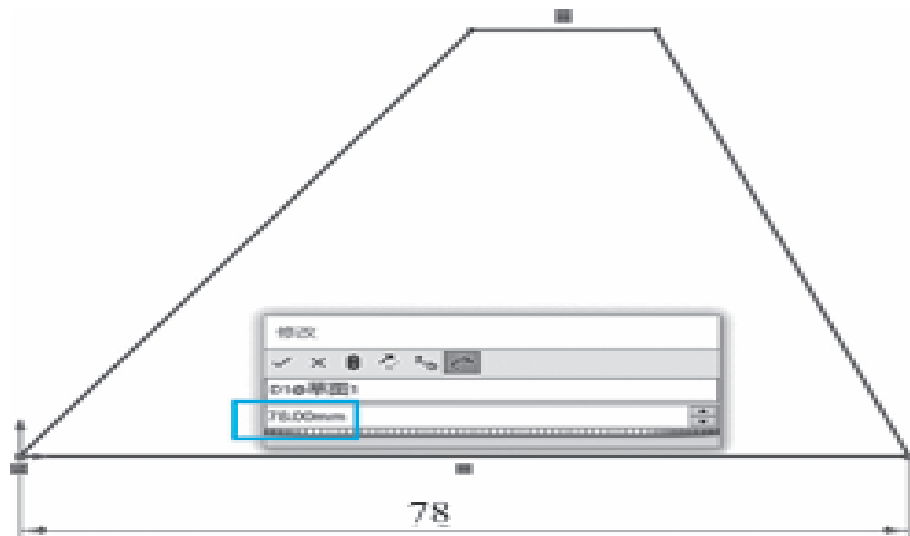

图 1-45 全局尺寸
(2) 首先以“先定全局后定局部”的方式，对轮廓进行尺寸标注，如图1-45所示。